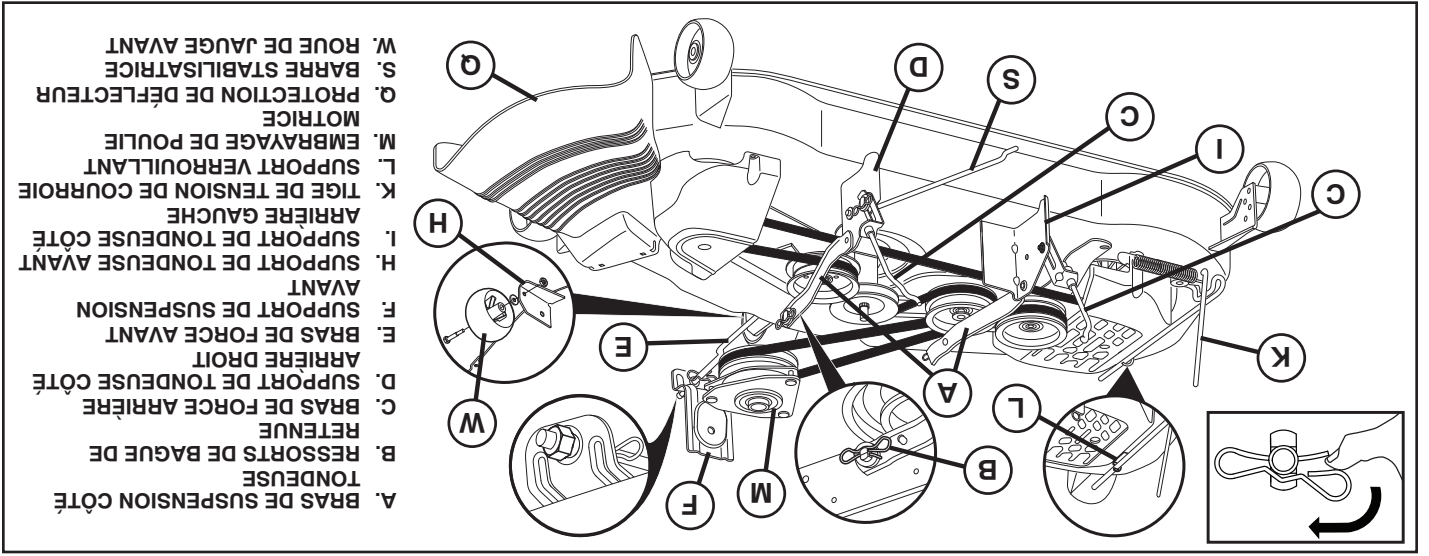

Fig. 8
- Depuis le devant du tracteur, insérer l'extrémité de la tige du bras avant (E) dans le trou dans le support de suspension avant du tracteur (F).
- Déplacer vers la côté gauche de la tondeuse et insérer un grand ressort de retenue (G) dans le trou devant le bras (E) derrière le support de suspension avant (F).
- Insérer une autre extrémité du bras (E) dans le trou dans le support avant de la tondeuse (H) et fixer avec une rondelle et un petit ressort de retenue (J).
## 9. INSTALLER LA COURROIE SUR L'EMBRAYAGE DE POU-LIE MOTRICE (M) (Voir la Fig. 8 et 15)
- Désengager la tige de tension de courroie (K) du support verrouillant (L).
- Installer la courroie sur l'embrayage de poulie motrice (M).
- Engager la tige de tension de courroie (K) sur le support verrouillant (L).